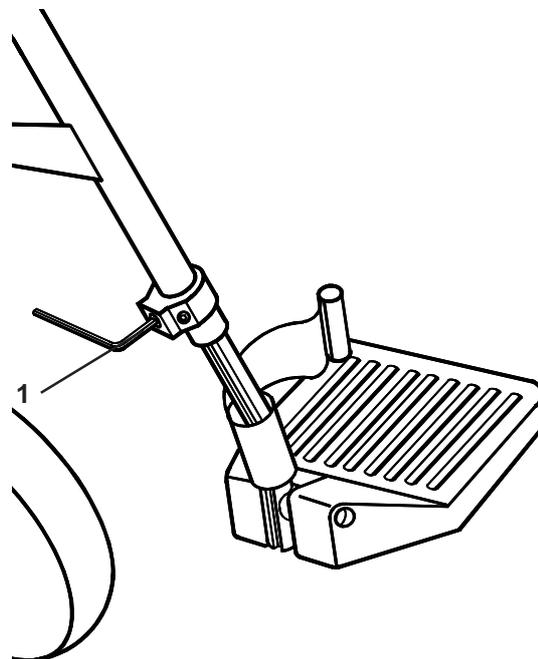

Abb. 24
Die Höhe der Fussauflage kann eingestellt werden (Abb. 24), indem Sie die Halteschraube (1) lösen und die Fussplatte nach oben oder unten in die gewünschte Position schieben. Nun ziehen Sie die Schraube (1) wieder fest.